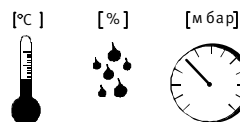

Fig. 3
- Учитывайте преобладающие условия окружающей среды (→ Fig. 3 и глава 11)